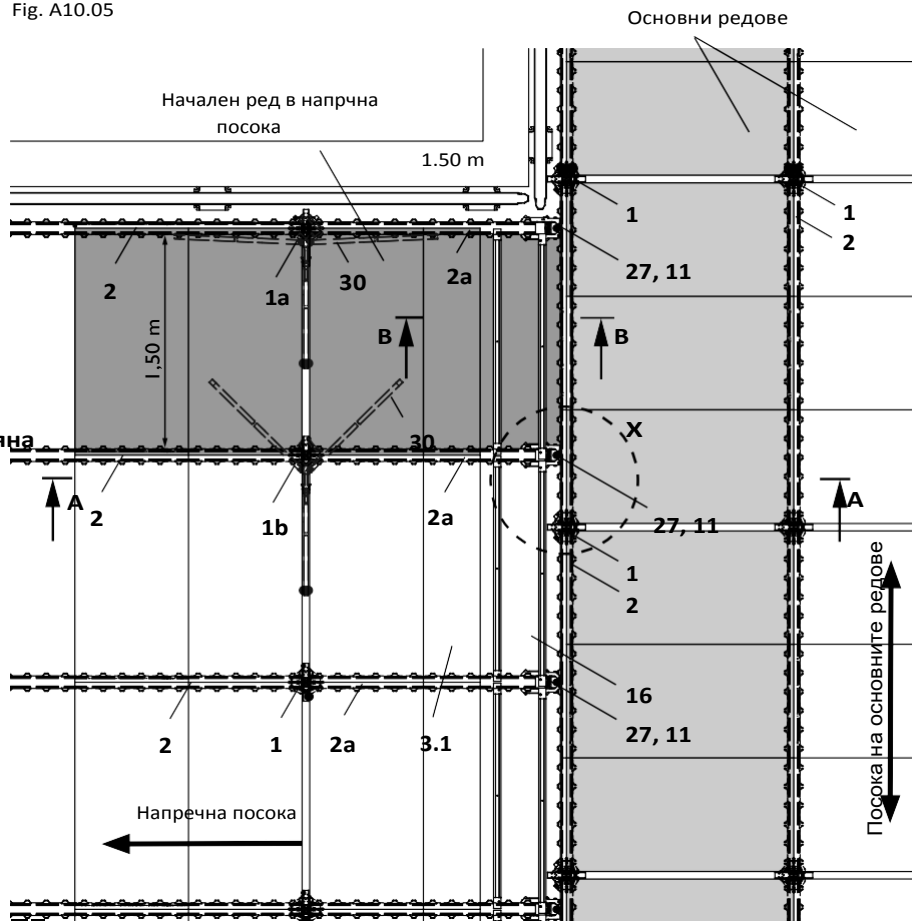

Fig. A10.06
(Fig. A10.06 + A10.06a)
3. Монтирайте втората обръщаща глава SDFK на разстояние 1.50 m. (Fig. A10.06)
4. Поставете една подпора с падаща глава SFK (1a) в посоката на напречния ред. (Fig. A10.06)
5. Поставете втора подпора с падаща глава SFK (1b) и осигурете подпорите с триноги (30). (Fig. A10.06)
6. Монтирайте трегера SLT 150 / 225 (2a) в падащите глави. (Fig. A10.06, A10.08, A10.08a)
Сглобявайте допълнителните напречни редове по осъщия начин, както първия по продължение на трегера SLT 225. (Fig. A10.06)
Монтирайте гредите SRT 150-2 (9) и SPH 225 (12) и вложките (16), Виж Секция А5 (Fig. A10.06, A10.06a, A10.08a)